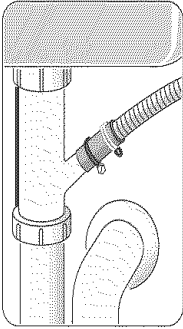
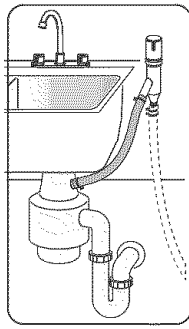

Figure 22
Figure 23
- 1) Directly to the undersink dishwasher drain connection, as shown in Figure 22.
- 2) Directly to a disposer dishwasher drain connection, as shown in Figure 23.
If the dishwasher drain hose is connected directly to either an undersink dishwasher drain connection, as shown in Figure 22, or to a disposer dishwasher drain connection, as shown in Figure 23, form a curve in the dishwasher drain hose and secure a portion of the curve at least 20" (508mm) above the cabinet floor.
- 1) Directement sous la connexion de vidange de l'évier, figure 22.
- 2) Directement sur la connexion de vidange d'un broyeur, figure 23.
Si le tuyau de vidange du lave-vaisselle est branché directement une connexion de vidange sous l'évier, figure 22, ou sur la connexion de vidange d'un broyeur, figure 23, former une courbe dans le tuyau de vidange du lave-vaisselle et maintenir une portion de la courbe à au moins 20 po (508 mm) au-dessus du plancher de l'armoire.
- 1) Directamente a la conexión de evacuación debajo del fregador, como muestra la Ilustración 22.
- 2) Directamente a la conexión de evacuación para lavadoras de platos en un eliminador de basura, como muestra la Ilustración 23.
Si la manguera de desagüe de la lavadora se conecta directamente ya sea a una conexión de evacuación para lavadoras de platos debajo del fregador, como muestra la Ilustración 22, o de otro modo a la conexión para lavadoras de platos de un eliminador de basura, como muestra la Ilustración 23, dele forma curva a la manguera de desagüe de la lavadora y sujete una sección de la curva separada del piso del gabinete por un mínimo de 20" (51 cm).